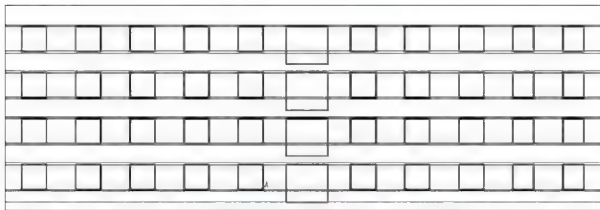

图 4.18 阵列生成①~⑦轴线之间的阳台门洞口
(2) 使用【阵列】命令生成①~⑦轴线之间 2~1 层的 3000mm×2700mm 阳台门洞口。阵列参数设定为 4 行、1 列、行偏移距离 3300mm,结果如图 4.18 所示。